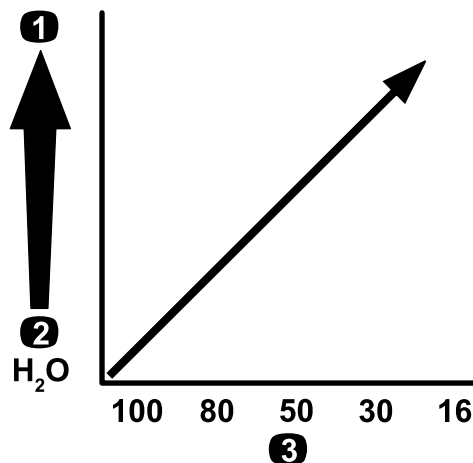

図 79
**重要** 粘度の高いドロドロした薬剤や、ウェットブル水和剤を散布する場合には、オプションの目の粗い圧力フィルタが必要になる場合があります 図 79を参照。